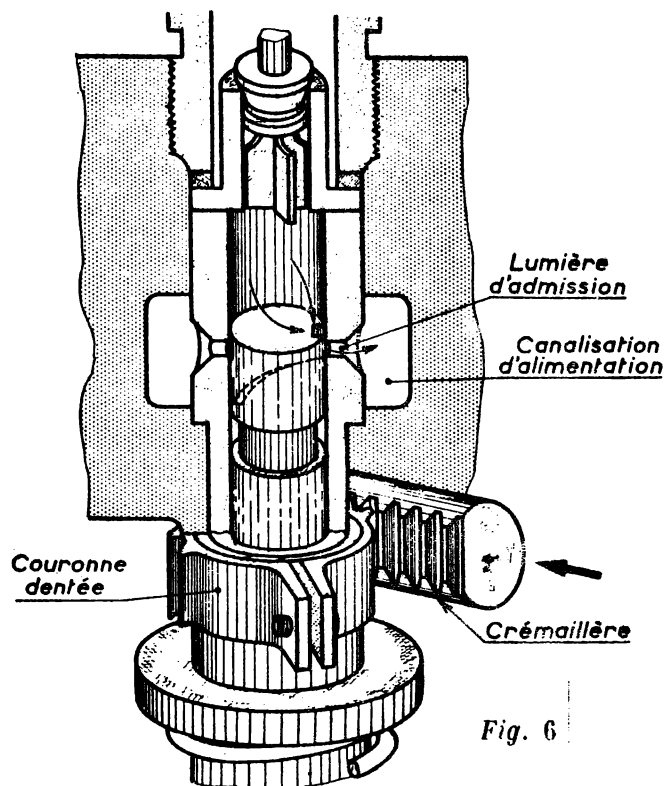

Fig. 6
— Si la rainure verticale est située en face de la lumière d'admission, l'intérieur du cylindre et la canalisation d'alimentation communiquent : il n'y a pas d'injection (fig. 6) ; le débit est nul.
- un débit nul (fig. 6),